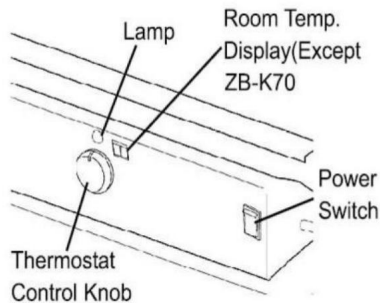

Fig.5. Panel de control para todos los modelos.
4. Gire la perilla de control del termostato al ajuste de temperatura deseado. El rango de ajuste es de 40 °F a 110 °F. Empuje el interruptor de encendido a la posición "ON" (Fig.5). La lámpara indicadora de encendido y la pantalla de temperatura ambiente. (Solo DG-K100) se iluminará y el calentador se encenderá.